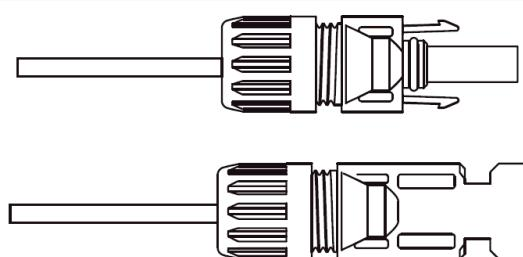

Рис. 3.5 Ро'єм із накидною гайкою
- c) Вставте контактний штифт в верхню частину роз'єму і закрутіть накидну гайку до верхньої частини роз'єму (як показано на рис. 3.5).